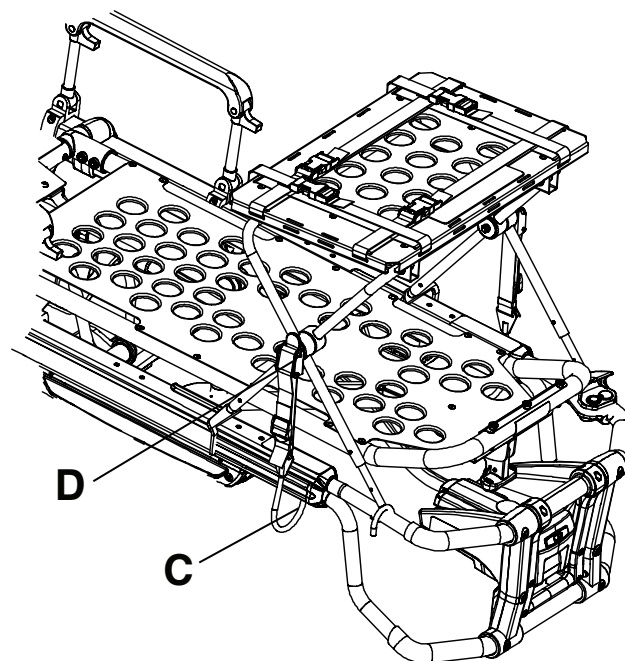
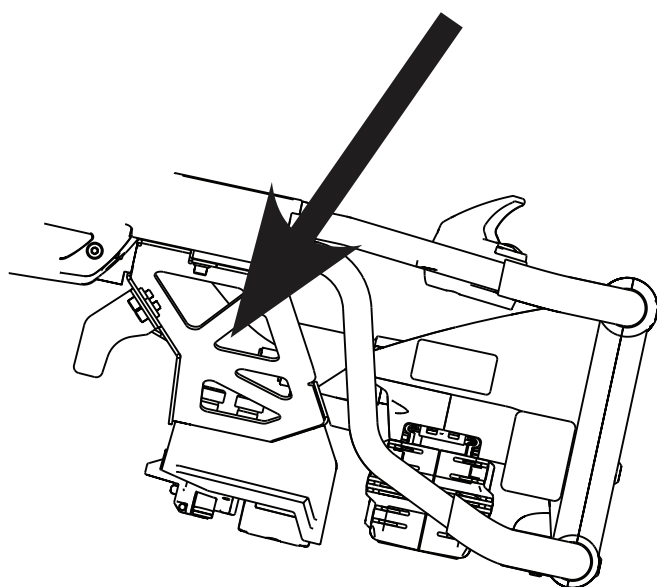

Figura 27 – Amplasarea cârligului de blocare (este ilustrat modelul 6506)
Figura 28 – Urechiușă (este ilustrat modelul 6506)
6. Puneți cârligul zăvorului (C) sub cadrul tării sau a dispozitivului de fixare de la capătul pentru picioare, și împingeți urechiușa (D) în sus, până când se fixează în poziție pe o parte și auziți un clic (Figura 27). Repetați pe partea cealaltă. Pentru tării compatibile cu **Power-LOAD**, dacă este echipat, trebuie să lungiți și să atașați curelele la dispozitivul de fixare de la capătul pentru picioare (Figura 28).